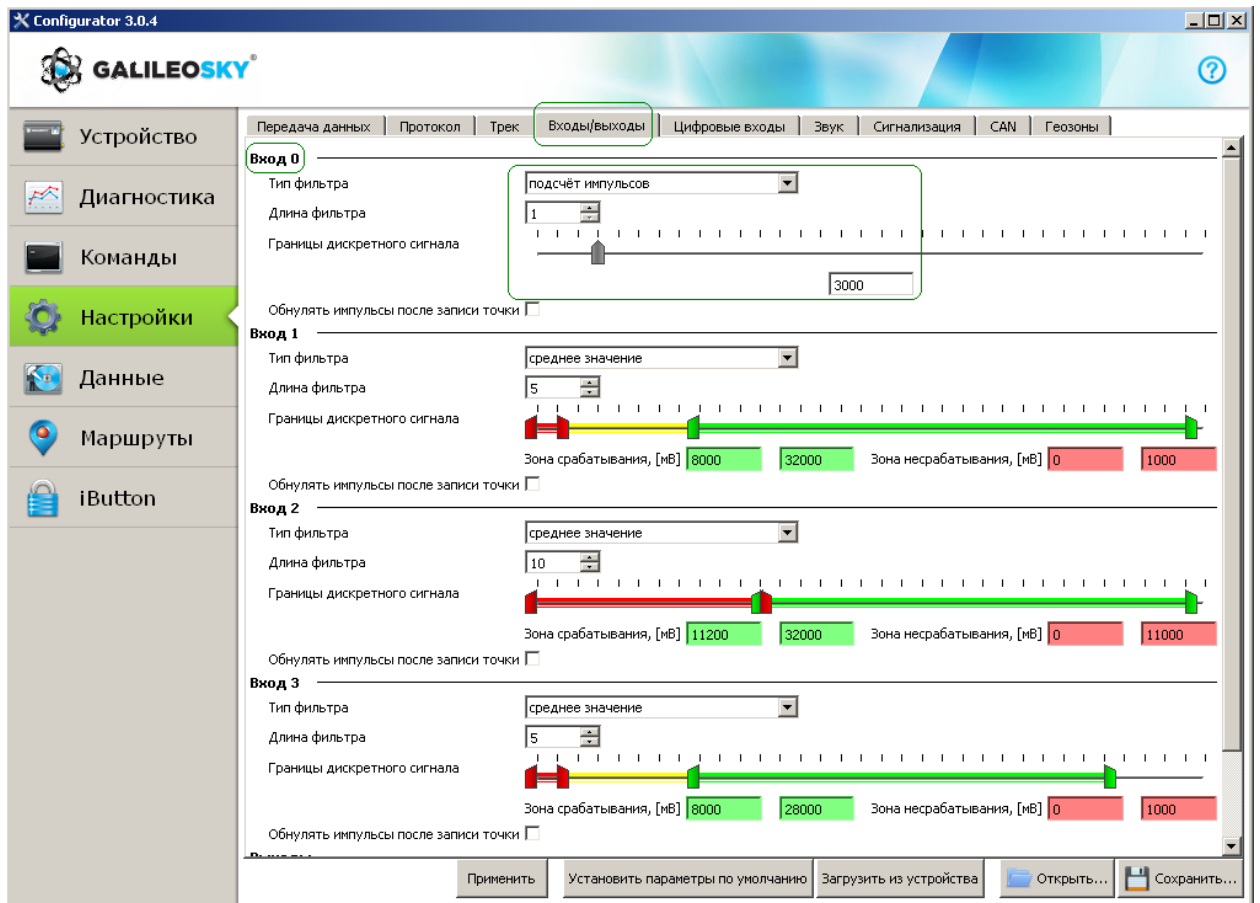

Рисунок 1
- 3.1.1. Настроить вход терминала на подсчет импульсов (Рис. 1, 2):